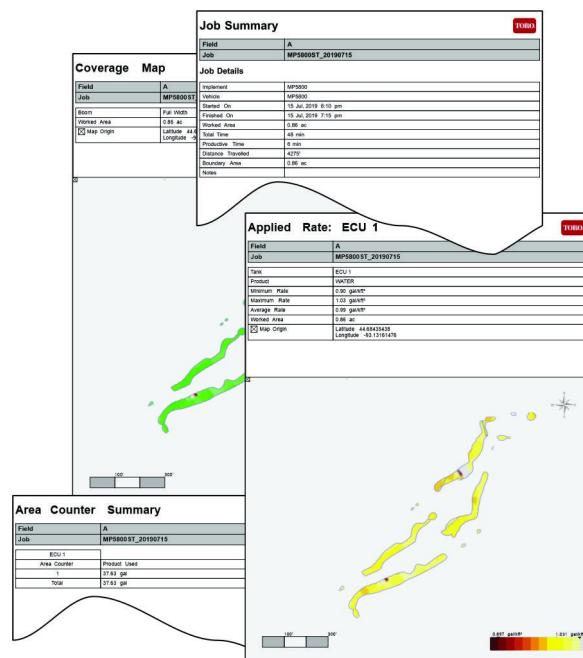

図 28
- 図 28のように作業レポートを ".pdf" でエクスポートする。